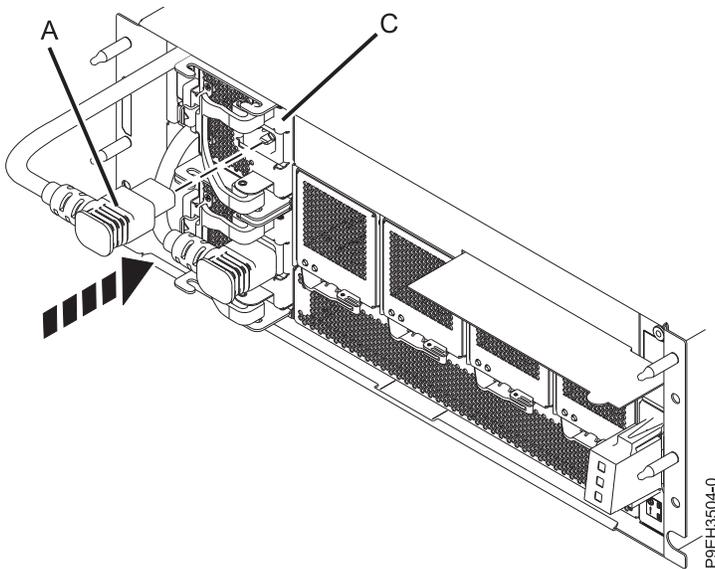

Abbildung 7. Netzkabel an das Netzteil im Einschub für EMX0-PCIe3-Erweiterungen anschließen
4. Schließen Sie das Netzkabel **(A)** an das Netzteil **(C)** an (siehe Abb. 7).